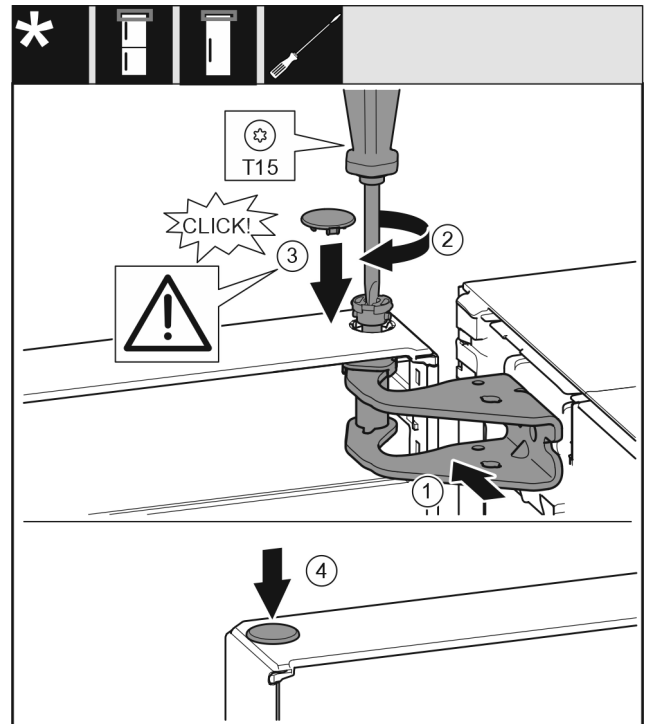

Fig. 20
- ▶ Выровняйте дверь сверху по отверстию в опорном кронштейне. Fig. 20 (1)
- ▶ Вставьте палец и затяните отверткой T15. Fig. 20 (2)
- ▶ Установите предохранительную крышку для защиты двери: Вставьте предохранительную крышку и проверьте, прилегает ли она к двери. В ином случае вставьте палец полностью. Fig. 20 (3)
- ▶ Вставьте заглушку. Fig. 20 (4)